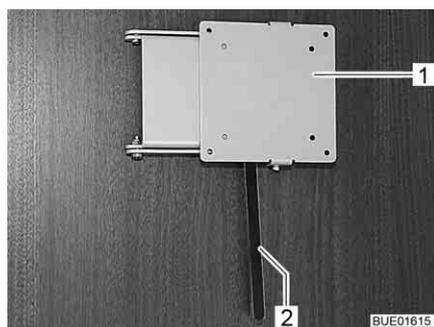

Fig. 77 Soporte con palanca de desbloqueo
- Empujar la palanca de desbloqueo (Fig. 77,2) hacia el lado y girar el soporte (Fig. 77,1) junto con la pantalla plana a la posición deseada.
- Girar la pantalla plana hacia la posición inicial hasta que el soporte (Fig. 77,1) engatille en el bloque.